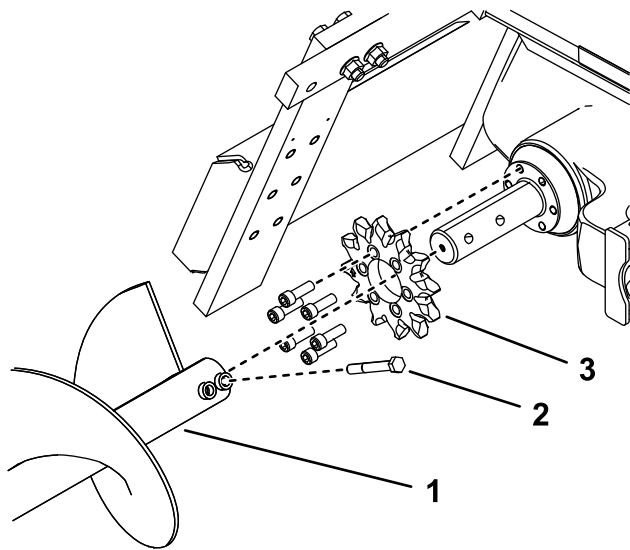

Bild 15
4. Entfernen Sie die Schuttschnecke (Bild 15).
9. Entfernen Sie die 6 Schrauben, mit denen das Antriebskettenrad befestigt ist (Bild 15)
10. Entfernen und entsorgen Sie das Antriebsrad (Bild 15).
12. Schieben Sie das neue Zahnrad auf die Welle, siehe Bild 15).
13. Drehen Sie die sechs Schrauben handfest in das Antriebsrad (Bild 15).